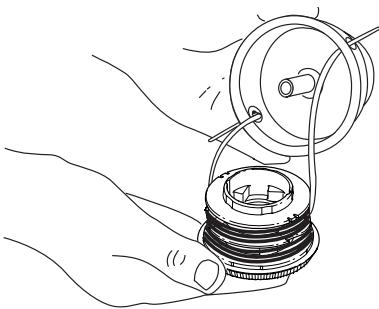

Fig. 48
- Inserte los extremos de la línea de corte del nuevo carrete interior dentro de los ojalillos de la bobina exterior (Fig. 48). Coloque el nuevo carrete interior con la flecha hacia arriba dentro de la bobina exterior.
3. Saque el carrete interior con la línea existente de la bobina exterior (Fig. 48).